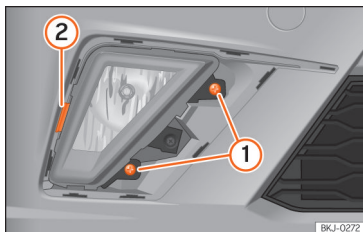

Fig. 165 Farol de nevoeiro: desmontar o porta-lâmpadas
- Retire os dois parafusos » » **Fig. 165** ① e utilize o grampo ② como alavanca para retirar o farol de nevoeiro.